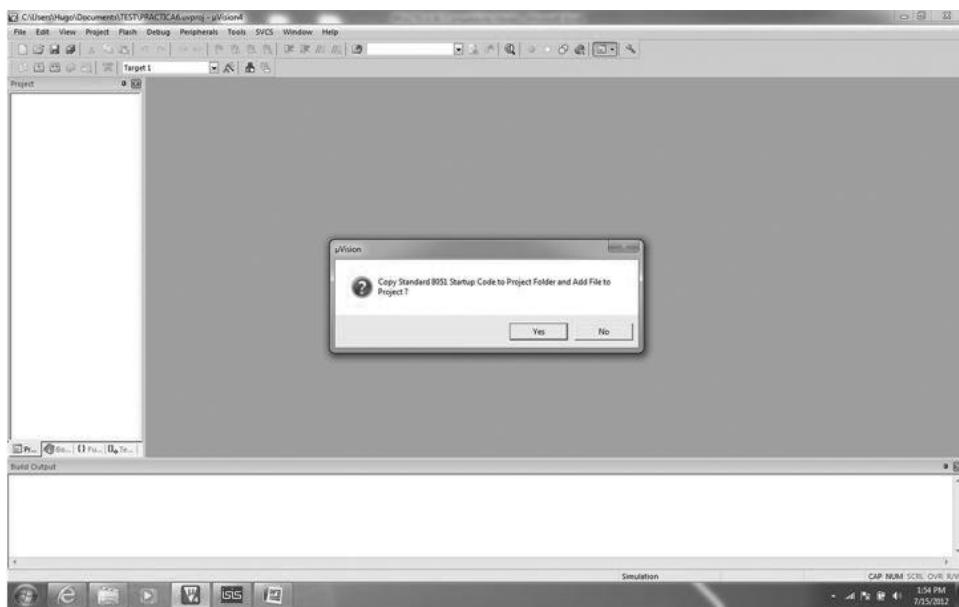

Figura 16.16: Últimos detalles para la creación de un Nuevo Proyecto. Paso 8
8. Aparece una ventana pequeña (Figura 16.16). Por ahora haga click en NO.